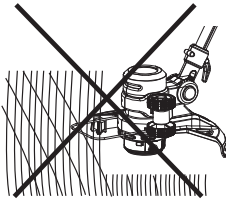
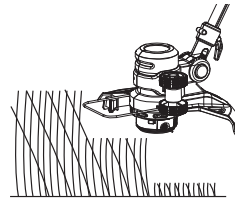

Fig. 18
Fig. 19
7. Asegúrese de que el dispositivo de corte se mantiene limpio y sin restos que puedan hacer que se atasque. Revíselo regularmente. Suelte el interruptor de encendido/apagado (2) y desconecte el producto de la corriente eléctrica antes de revisarlo.
8. Recorte el césped más largo de forma gradual; no corte el césped largo en un solo corte (Fig. 18). Para obtener los mejores resultados, corte el césped más largo de forma gradual (Fig. 19).